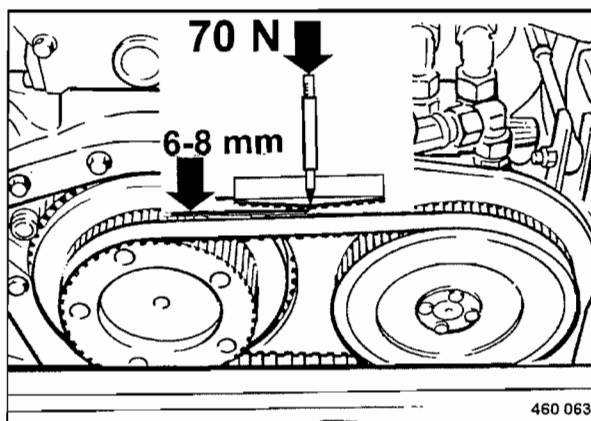

Fig. 99
- Comprobar la correa dentada (Fig. 99) en su contorno entero en el pie de diente y dorso de diente por grietas incipientes.